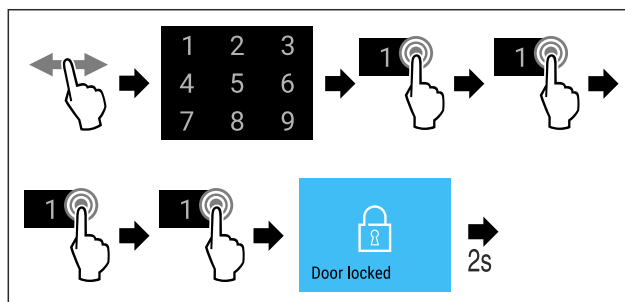

Fig. 74 Lås døren med dørkode 1 1 1 1.
- ▶ Følg anvisningene (se Fig. 74).